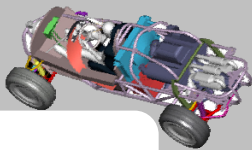

图 11.2.7 仿真结果
(1) 在“刀具路径管理器”选项卡中单击“ ”按钮，然后单击“验证已选择的操作”按钮“ ”，系统弹出“Mastercam Simulator”对话框。
(2) 在“Mastercam Simulator”对话框中单击“ ”按钮，系统将开始进行实体切削仿真，结果如图 11.2.7 所示，单击“ ”按钮。